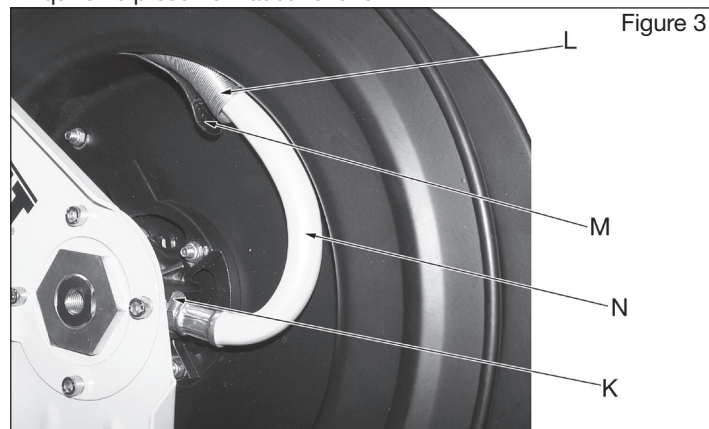

Figure 3
- Déconnectez délicatement l'extrémité du tuyau (K) du côté de l'enrouleur, puis retirez le tuyau à remplacer.
- Retirez le ressort de protection (L) du tuyau à remplacer. Installez le ressort de protection (L) sur le nouveau tuyau et faites passer le tuyau par le support cylindrique du guide tuyau, puis dans l'encoche située dans le tambour (M).
- Appliquez un joint d'étanchéité sur les filetages du tuyau, connectez le tuyau à l'enrouleur (K), puis serrez-le.
- Attachez le tuyau à l'intérieur du tambour à l'aide du collier de serrage. Avant de serrer le collier, faites en sorte que le tuyau ait une courbe large (N) et qu'il ne présente aucun nœud.
- Assurez-vous que le ressort de protection du tuyau (L) a été placé au bon endroit (voir Figure 3).